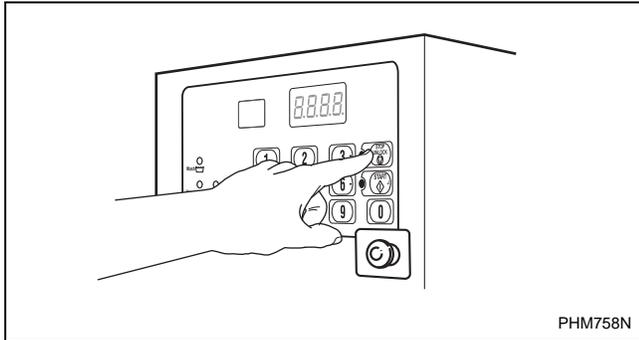

Figura 14
2. Presione el botón STOP/UNLOCK (parar/desbloquear) ubicado en el control. Consulte la *Figura 14*.